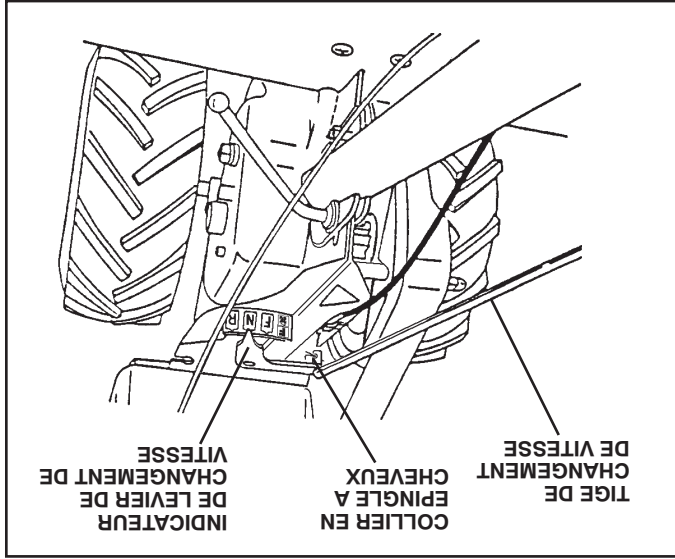

FIG. 7
VITESSE (Voir la fig. 7)
- Assurez-vous que l'indicateur de levier de changement de vitesse est en position mort ("N") (Voir la fig. 7).